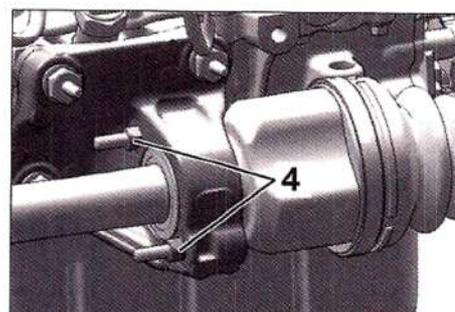

FIG. 3
- Desmontar la tuerca (3).
- En las cajas BE, aflojar las tuercas (4) (Fig.3).